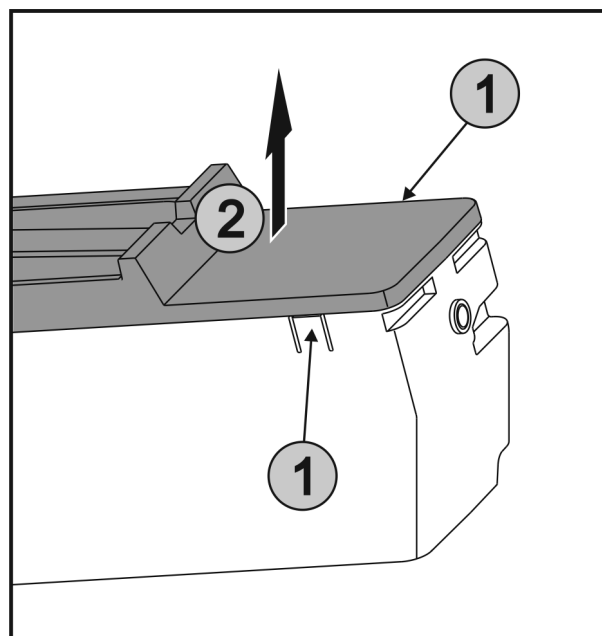

Fig. 51
- ▶ Istočasno pritisnite spono Fig. 51 (1) na obeh straneh EasyTwist-Ice in dvignite pokrov Fig. 51 (2) v smeri navzgor.